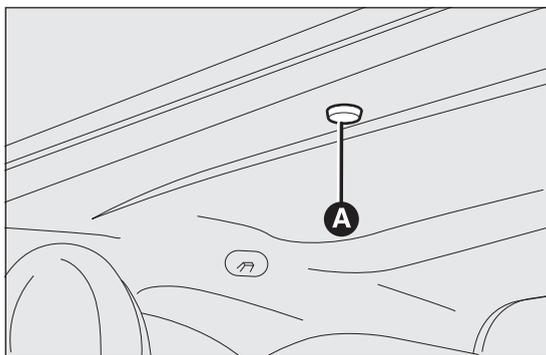

fig. 47
- rimuovere il tappo di protezione A fig. 47 dalla sede per l'azionamento manuale, che si trova sul rivestimento interno dietro alla tendina parasole